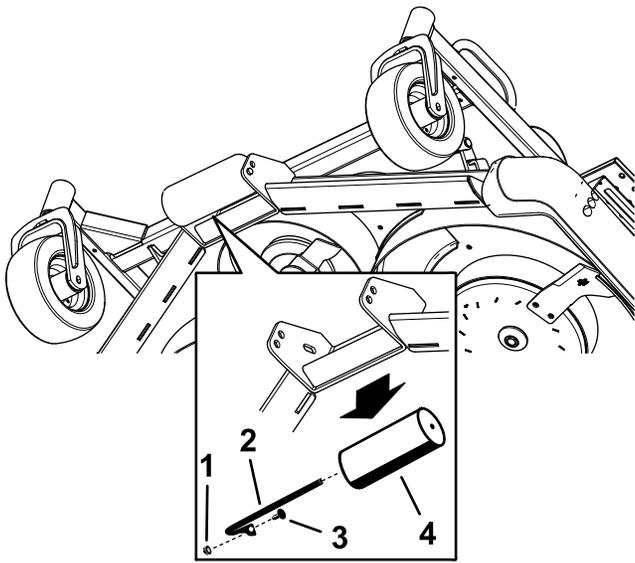

Figure 30
4. Retirez l'axe du galet, le boulon et l'écrou qui fixent le galet au support du plateau de coupe (Figure 30).